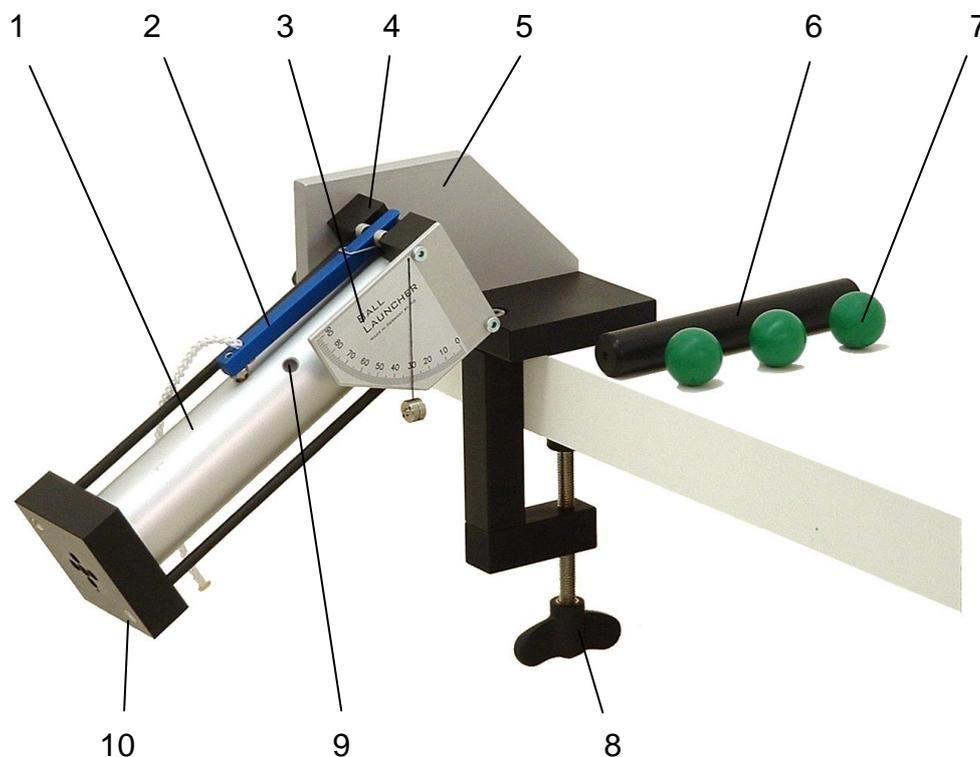

Abb. 1: Komponenten
Der Halter 650275 wird mit der Tischklemme an eine stabile Arbeitsplatte geschraubt. Dann wird das Wurfgerät wie in Abb. 1 gezeigt an dem Halter befestigt, wobei der Abwurfwinkel unter Zuhilfenahme der Skala (3) eingestellt werden kann.